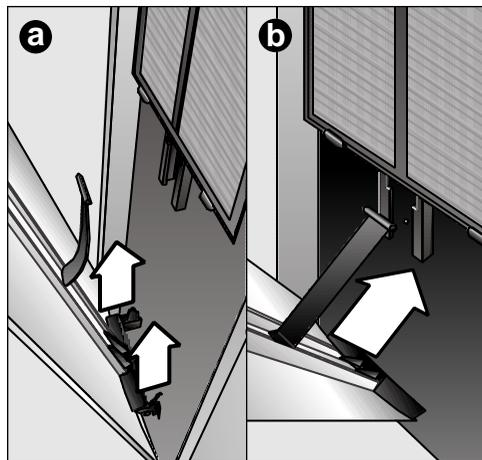

Fig. 22
- 1° Alzare l'anta fino ad estrarla dagli appoggi inferiori, (**Fig. 22: a**).
- 2° Posizionare il fermaglio in plastica nella scanalatura frontale dell'apparecchio (a forma di T) e spostarlo in giù fino al fermo di sicurezza, (**Fig. 22: b**).
- 3° Facendo attenzione, collocare le patte inferiori dell'anta nei fermi frontali dell'apparecchio in modo da evitare che la patta in plastica già collocata nel passo anteriore esca dalla propria posizione, (**Fig. 22: c**).